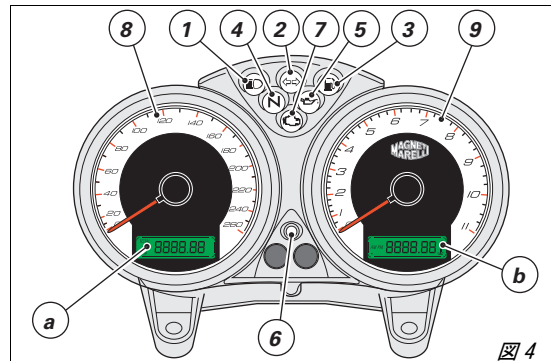
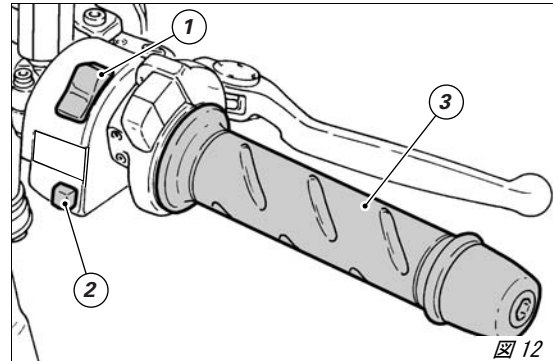

図 4
図 12
メーターパネル (図 4)
コードカードは安全な場所に保管してください。ただし、スロットルグリップを使用した手順に従いロック解除しなければならない場合に必要となるので、モーターサイクルを運転する際には電子コードが印刷されているコードカードを携帯するようお勧めします。イモビライザーシステムに不具合がある場合、橙色のEOBDパイロットランプ（7、図4）が点灯するので、以下の方法で「エンジン作動禁止」機能を無効にできます。ただしこの操作は、コードカードの電子コードを知っている場合のみ実施可能です。
8 秒後に EOB D (7、図 4) パイロットランプが消灯します。
4) EOB D パイロットランプ (7、図 4) の点滅回数がシークレットコードの最初の数字と同じになるまで数えます。スロットルグリップを 2 秒間全開のポジションにし、その後放します。1 桁目の入力が認識されると、EOB D パイロットランプが 4 秒間点灯します。この手順を繰り返して、最後の数字まで入力します。
- 1) CPU がコードを認識すると、メーターパネルのパイロットランプ (6, 図 4) が短時間点滅します。これはイモビライザーシステムがキーコードを認識し、エンジン始動が可能であることを示します。START ボタン (3, 図 12) を押すと、エンジンが始動します。
- 2) パイロットランプ (6, 図 4) または EOB D パイロットランプ (7, 図 4) が点灯したままの状態の場合は、コードが認識されなかったことを示します。この場合、イグニッションキーを OFF に戻し、再度 ON にします。これでもエンジンが始動しない場合は、もう 1 本の黒色キーを試してください。このキーでも始動しない場合は、DUCATI サービスネットワークにご相談ください。
- 3) パイロットランプ (6, 図 4) が点滅したままの場合は、イモビライザーシステムの不具合がスロットルグリップを使用した解除手順などによりリセットされたことを示します。キーを OFF にしてから ON に戻すと、イモビライザーパイロットランプは正常作動に戻ります (手順 1 参照)。
ハンドルバー右側スイッチ (図 12)
スロットルグリップ (図 12)